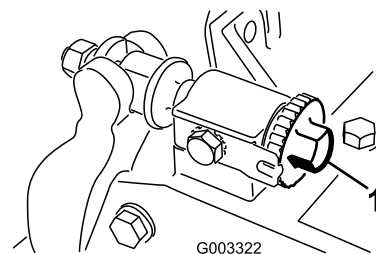

Figure 25
1. Séparez le cylindre et la contre-lame en tournant les boutons de réglage de la contre-lame (Figure 25) dans le sens antihoraire jusqu'à ce que les deux pièces ne soient plus en contact.